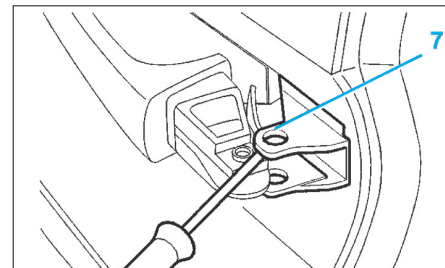

Fig. 38
- Dégrafer la poignée de son support (7) à l'extérieur (Fig.38).